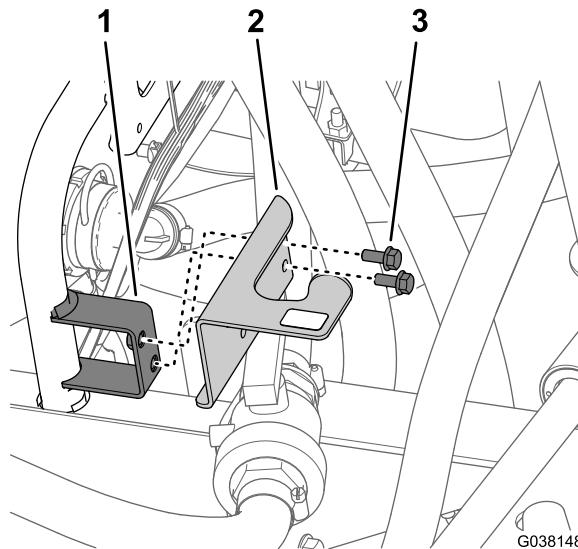

图22
2. 卸下将节流阀支架固定至节流阀安装座上的 2 个凸缘头螺栓 $5/16 \times \frac{3}{4}$ 英寸然后卸下支架 图22。